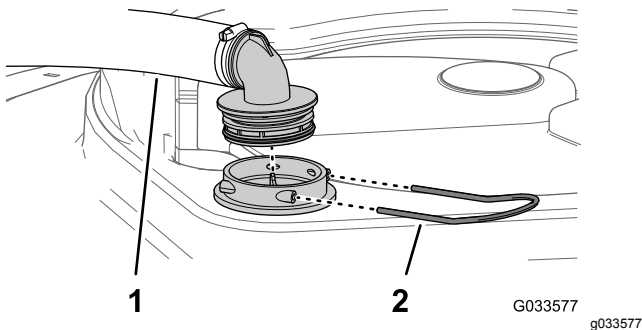

Bild 99
2. Nehmen Sie oben am Sprühbehälter den Halter ab, mit dem das Schlauchanschlussstück befestigt ist, das am dicken Schlauch und dem Filtergehäuse angeschlossen ist (Bild 99).
3. Nehmen Sie den Schlauch und das Schlauchanschlussstück vom Filtergehäuse ab (Bild 99).